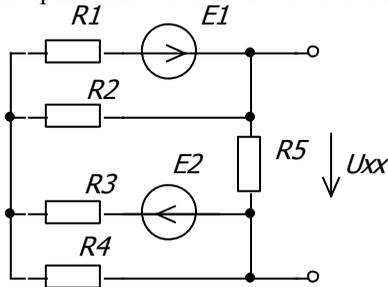

Рис. 2.1
2. Для активного двухполюсника, схема которого изображена на рис. 2.1, рассчитать параметры эквивалентной схемы замещения  $U_{ХХ}$ ,  $I_{КЗ}$  и  $R_{ВХ}$ . Данные для расчетов взять из табл. 2.1 в соответствии с номером бригады.
1. Для активного двухполюсника, собранного по схеме рис. 2.1, измерить и записать  $U_{XX}$  и  $I_{K3}$ . По измеренным значениям рассчитать входное сопротивление двухполюсника и сравнить его с расчетным.